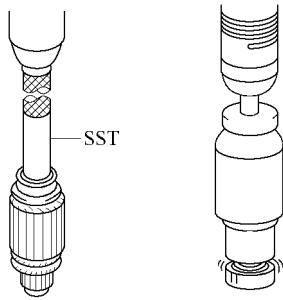

图 6-22 用特种工具和压床压入新轴承
2) 使用特种维修工具和压床压入新轴承，如图 6-22 所示。